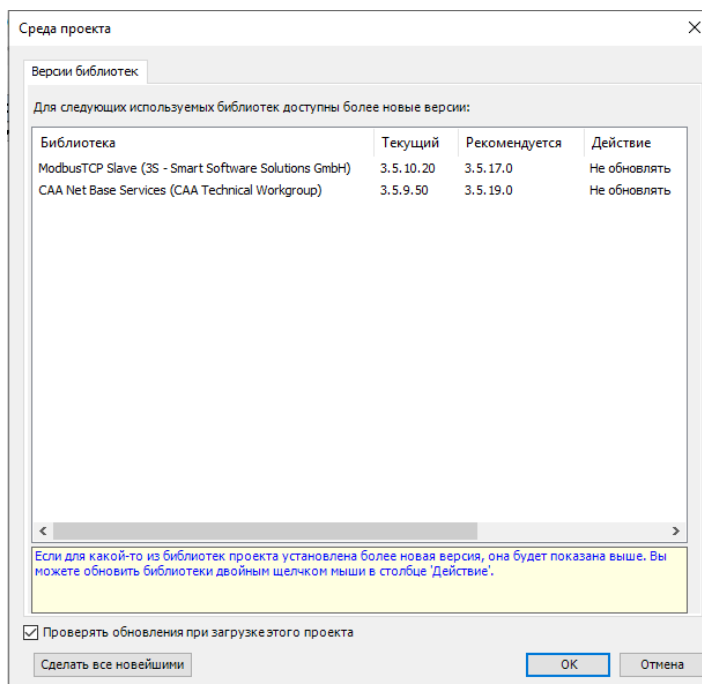

Рисунок 2.1 – Запрос на обновление библиотечных элементов
5. При запросе обновления библиотечных элементов (рисунок 2.1), нажать кнопку «Отмена».